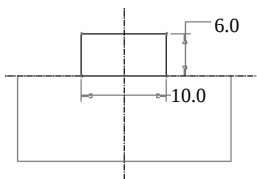
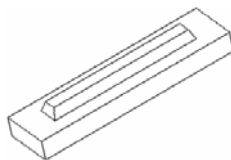

图 11.5.5 截面草图
图 11.5.6 拔模特征
(1) 选择命令。单击 **模型** 功能选项卡 **形状** 区域中的“拉伸”按钮 .
(2) 绘制截面草图。选取 RIGHT 基准平面为草绘平面，TOP 基准平面为参考平面，方向为 **右**；单击 **草绘** 按钮，绘制图 11.5.5 所示的截面草图。
(3) 在操控板中定义拉伸类型为 ，输入深度值 62.0；单击  按钮，完成拉伸特征 2 的创建。
Step4. 创建图 11.5.6 所示的拔模特征。